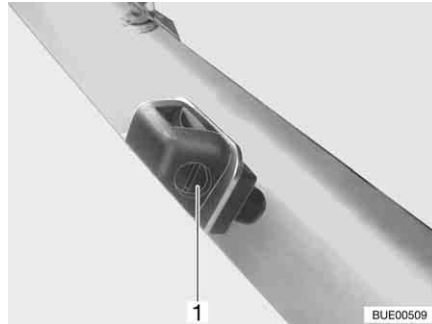

Fig. 43 Ugelli lavavetro
- Servendosi di un cacciavite appropriato, girare la vite di regolazione (Fig. 43,1) fino a raggiungere la posizione desiderata.